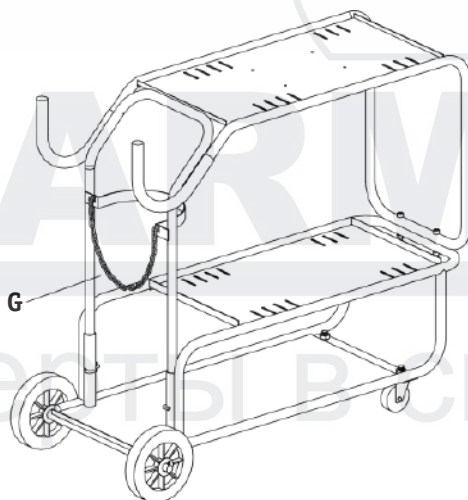

Рис. 6.6. Установка цепи.
5. Установите цепь фиксации баллона (См. рис. 6.6).